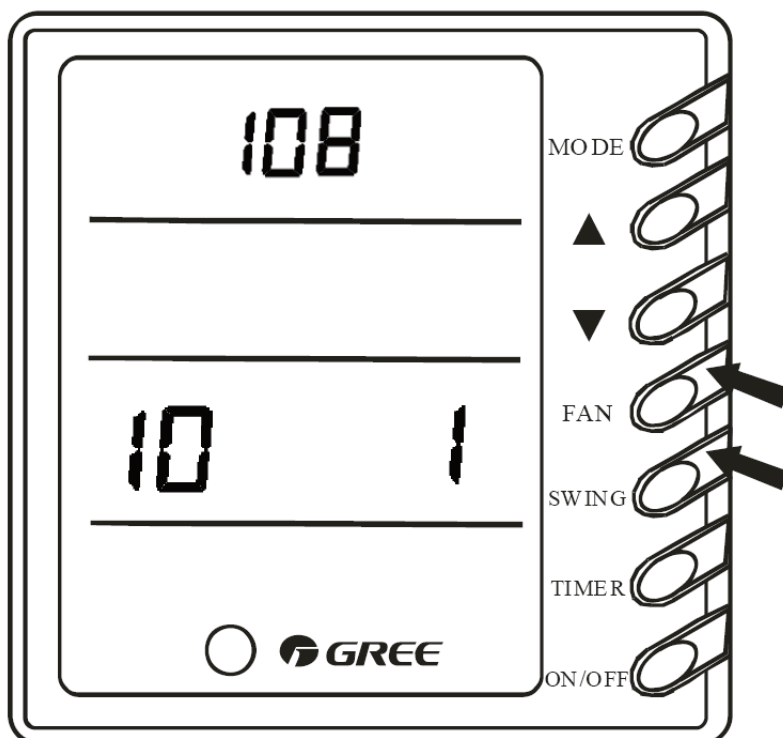

Fig 8
4.3.11 Visning av systemparametrar (Fig.8)